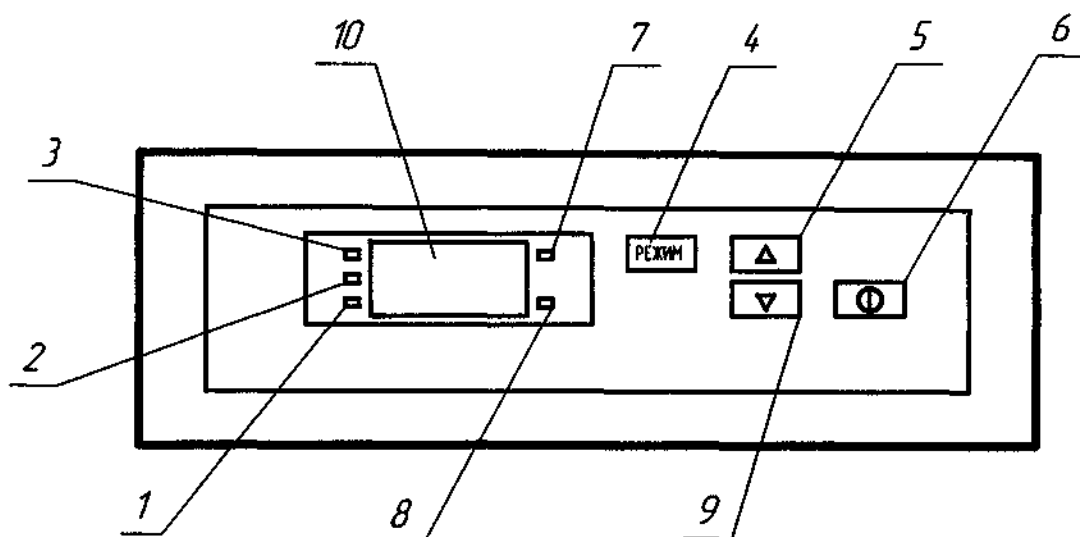
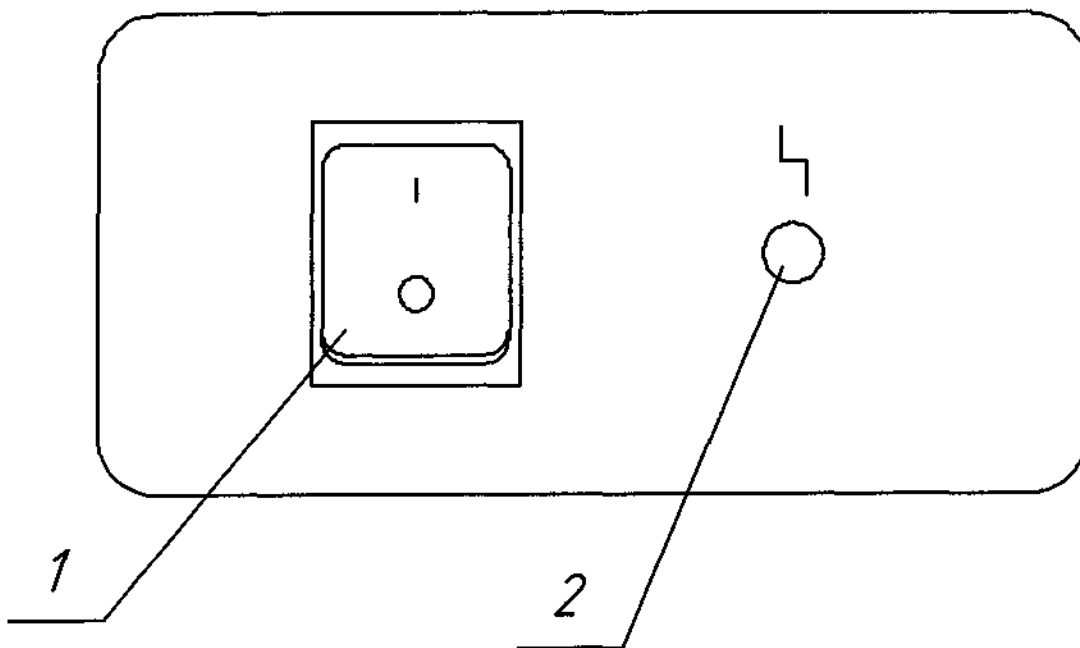

Рисунок 2. Расположение органов управления термостатом на блоке управления
Рисунок 3. Расположение органов управления термостатом на силовой панели.
Блок управления (рис.2) предназначен для автоматического управления процессом термостатирования в термостате.
Силовая панель (рис.3) предназначена для включения и выключения термостата выключателем (поз.1) и индикации аварийного перегрева индикатором (поз.2).
После включения термостата нажатием на клавишу " I " (поз.1, рис. 3), питание подаётся на блок управления и плату процессора. Информационное табло показывает текущую температуру в камере.
Если аварийную ситуацию не устранить вовремя, то при росте температуры до 85°C сработает датчик-реле температуры, которое отключит напряжение от силовой части термостата и нагрев прекратится. При этом загорится индикатор аварийного выключения термостата (поз. 2, рис. 3). Повторно включить термостат можно только после охлаждения датчика-реле температуры.
2.3.2. Нажать на клавишу "I" (поз.1, рис.3). На блоке управления загорится дисплей информационного табло (поз.10, рис.2), показывающий текущую температуру в рабочей камере.
Нажать на поле "I" (поз.6, рис. 2), при этом включится вентилятор принудительной циркуляции воздуха внутри рабочей камеры. Информационное табло показывает изменение температуры.
2.3.4. При достижении температуры заданного режима включается светодиодный индикатор "ТЕРМОСТАТИРОВАНИЕ" (поз.3, рис. 2), а на информационном табло попеременно отображаются температура в камере и время работы в выбранном режиме. При необходимости процесс можно прервать, нажав на поле "①" (поз.6,рис.2) на блоке управления и удерживая в течение 3 секунд.
2. ПРИ АВАРИЙНОМ РОСТЕ ТЕМПЕРАТУРЫ ДО $+85^{\circ}\text{C}$, СРАБОТАЕТ ДАТЧИК-РЕЛЕ ТЕМПЕРАТУРЫ, И ПРОИЗОЙДЕТ АВТОМАТИЧЕСКОЕ ВЫКЛЮЧЕНИЕ СИЛОВОЙ ЧАСТИ ТЕРМОСТАТА. ПРИ ЭТОМ ЗАГОРИТСЯ ИНДИКАТОР АВАРИЙНОГО ВЫКЛЮЧЕНИЯ ТЕРМОСТАТА (ПОЗ. 2, РИС.3).
2.3.6. По окончании работы термостат выключить нажатием на клавишу "О" (поз.1, рис.3).